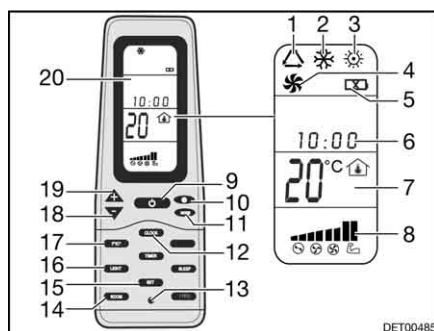

Fig. 202 Télécommande
- Appuyer sur la touche ON/OFF (Fig. 202,9).
- Appuyer sur la touche "Mode" (Fig. 202,11) autant de fois que nécessaire pour que le mode de fonctionnement souhaité (Fig. 202,1, 2, 3 ou 4) s'affiche à l'écran (Fig. 202,20).
- Régler la température désirée à l'aide des touches "+" (Fig. 202,19) et "-" (Fig. 202,18).
- Sélectionner le niveau de ventilation souhaité à l'aide de la touche de vitesse du ventilateur (Fig. 202,10).